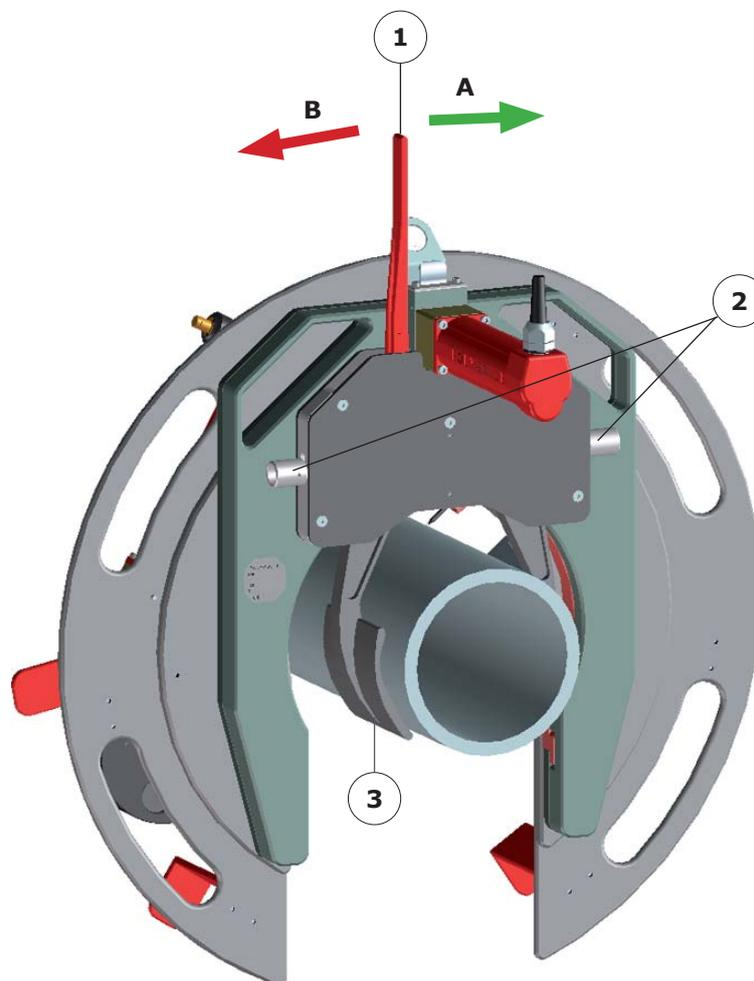

Abb.5.18. – Zangenspannsystem
- Das Spannsystem durch Umlegen des Handhebels (Abb. 5.18 - Index 1) in Richtung A (grüner Pfeil) schließen, der Schweißkopf soll bei dieser Stellung des Handhebels noch nicht fest auf dem Rohr gespannt sein.
- Eine der Rändelschrauben (Abb. 5.18 - Index 2) so verdrehen, dass eine leichte Berührung der Spannzangen (Abb. 5.18 - Index 3) mit dem Rohr hergestellt wird.
- Das Spannsystem durch Umlegen des Handhebels (Abb. 5.18 - Index 1) in Richtung B (roter Pfeil) öffnen.
- Eine der Rändelschrauben (Abb. 5.18 - Index 2) um eine sechstel Umdrehung zustellen (*).